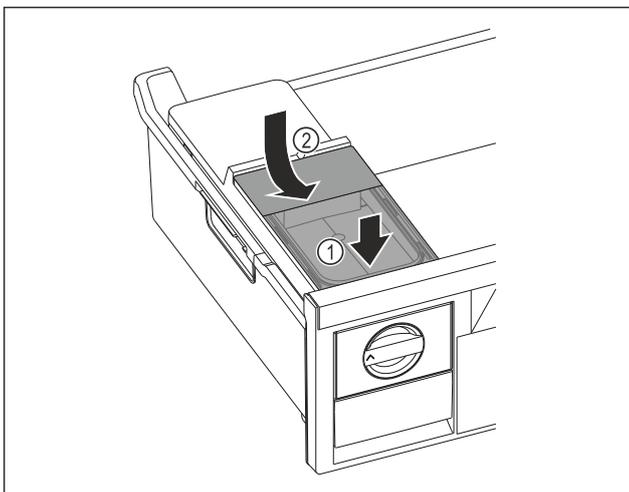

Fig. 181
- ▶ Wassertank vorne ansetzen. Fig. 181 (1)
- ▶ Wassertank hinten absenken. Fig. 181 (2)